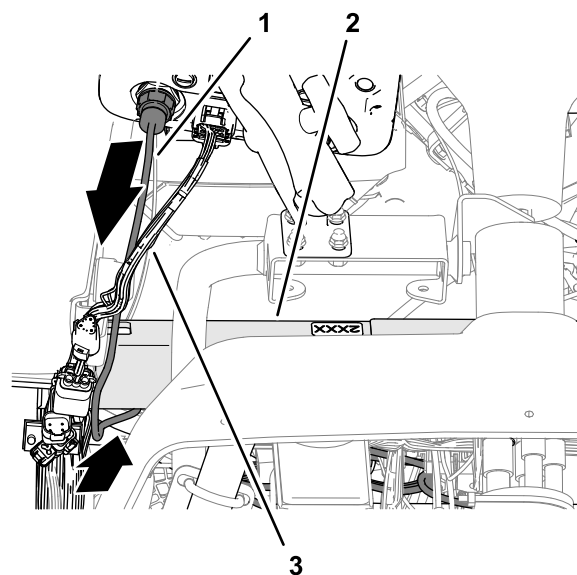

Рисунок 180
1. Проложите жгут проводов передачи данных модема вдоль жгута проводов для консоли управления (Рисунок 180).